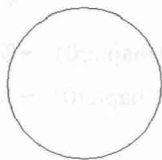

图1-10 绘制圆
(2) 绘制一个半径为 20mm 的圆,如图 1-10 所示,相关命令提示如下。